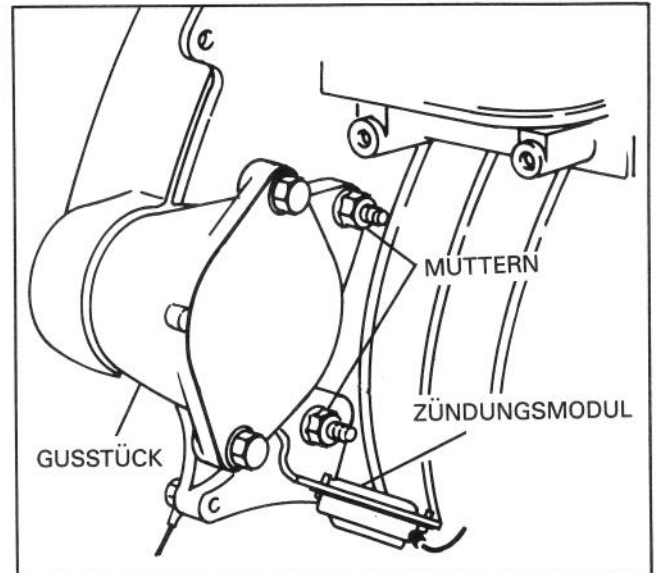

Abbildung 2
2. Bei manchen Modellen ist ein zusätzliches Gußstück an der Stelle zur Starterbefestigung eingebaut. Dieses Gußstück muß entfernt werden, bevor der Starter installiert werden kann (Abb. 2). Die beiden M8-Bundmutter und Zündungsmodulhalterung abnehmen, Gußstück zur Seite schieben und wegwerfen. Modul von der Halterung abnehmen und aufbewahren; Halterung wegwerfen (Abb. 2).